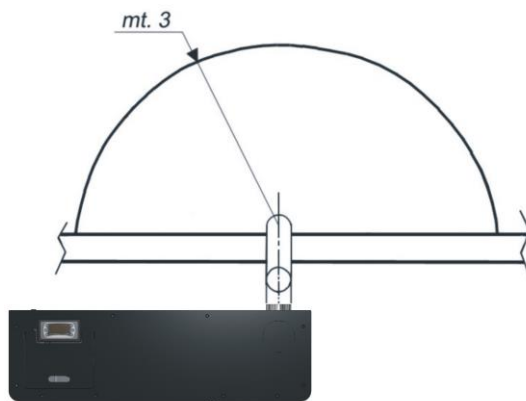

fig. 5
**Ricordiamo inoltre, nel caso di scarico sottotetto,** di installare delle protezioni che evitino incidenti dovuti a ustioni causate da contatti accidentali con i tubi di scarico, poiché i fumi escono ad alta temperatura. E' necessario verificare che entro un raggio di **3 mt** non esistano elementi combustibili (piante, combustibili) o elementi che possano essere danneggiati dal punto di vista estetico (**vedi fig. 5**).